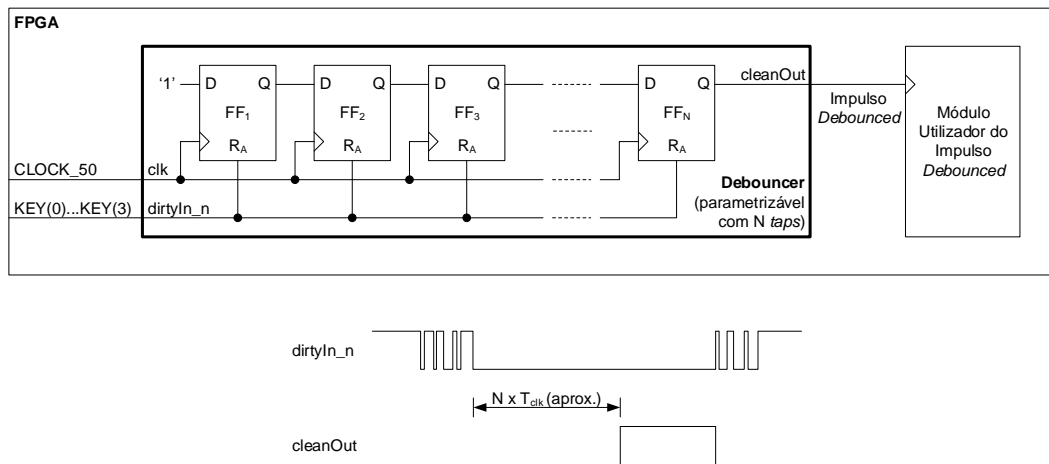

Figura 2 – Arquitetura de um circuito de *debounce* baseado num *shift register* e utilização no contexto de um projeto para o *kit* DE2-115.
Existem várias formas de reduzir a probabilidade da ocorrência de *bounce*, a maior parte baseadas em circuitos que se adicionam à saída do contacto mecânico para produzir um impulso “limpo” (livre de *bounce*). A figura 2 ilustra uma possível arquitetura de um circuito de *debounce* baseado num *shift register*. Os sinais de *reset* dos *flip-flops* que constituem o *shift-register* são assíncronos. A entrada *dirtyIn\_n* destina-se a ligar ao contacto de entrada (que apresenta *bounce*). A saída *cleanOut* disponibiliza um impulso filtrado (*debounced*). Além destes dois portos, existe ainda um sinal de entrada de *clock* responsável por efetuar o deslocamento da informação no *shift register*.
O circuito apresentado na figura 2 pode ser usado juntamente com os botões de pressão (*KEYs*) do *kit* DE2-115, pelo que se assume que a entrada *dirtyIn\_n* está em lógica negativa (ativa baixa). O impulso filtrado (“limpo”) produzido na saída *cleanOut* está em lógica positiva.
- Analise o módulo “*Debouncer*” apresentado na figura 2 e modele-o em VHDL.